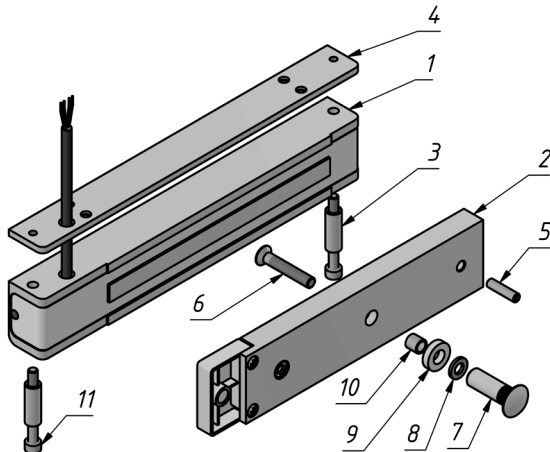

Рисунок 1 – Комплект поставки замка
3.1 Комплект поставки (рисунок 1):
4.2 Корпус (поз.1 рисунок 1) крепится в верхней части дверной коробки на предварительно установленную планку резьбовую 300Р (поз.4) на максимальном удалении от петель двери. Крепление корпуса к дверной коробке возможно с помощью Уголка 300-400Р, Планки 300Р и комплекта МК 300-KU, приобретаемых дополнительно.